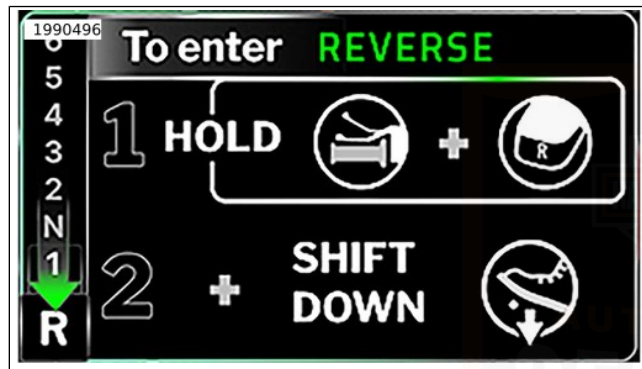

Abbildung 65. Rückwärtsgang einlegen
2. Siehe Abbildung 65. Das Instrument zeigt an, dass das Fahrzeug für den Rückwärtsgang bereit ist.